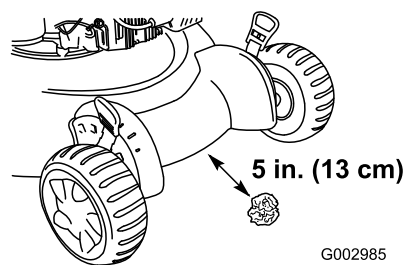

Рисунок 26
4. Поместите газетный шарик в точку на расстоянии примерно 5 дюймов (13 см) перед газонокосилкой (Рисунок 26).